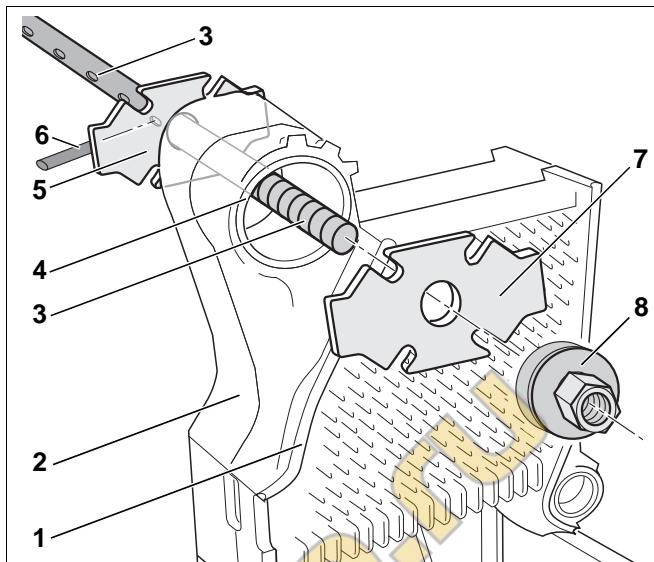
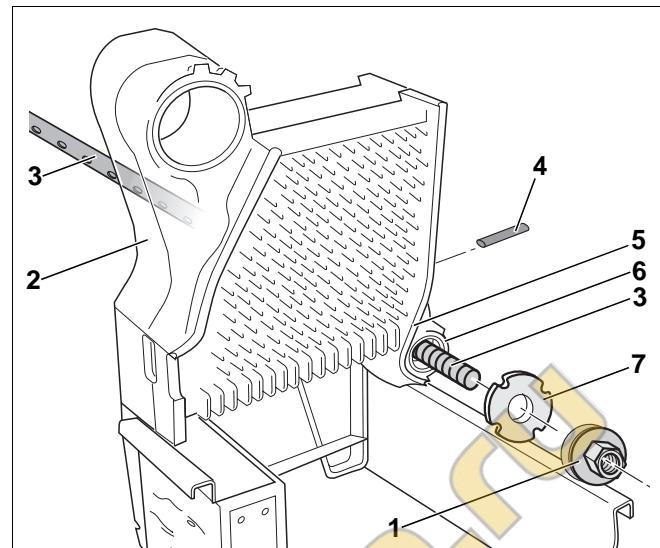
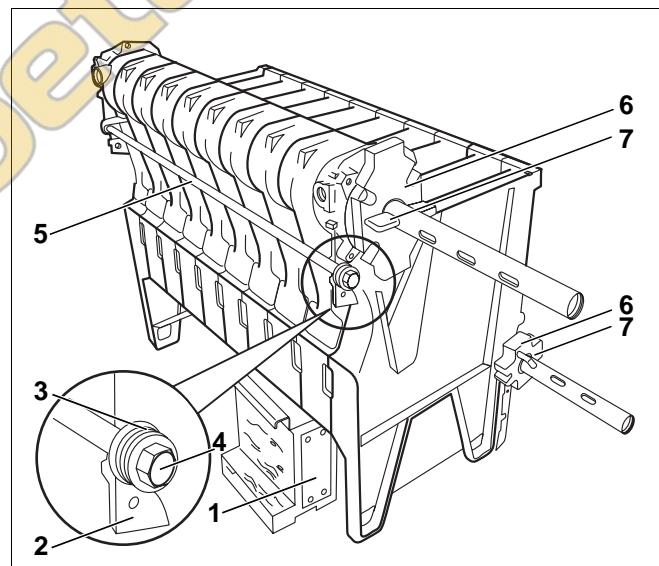

Рис. 16 Верхняя ступица котла
Рис. 17 Нижняя ступица котла
Рис. 19 Установка анкерных штанг – расположение тарельчатых пружин
- Продеть стягивающие штанги (рис. 16 и рис. 17, **поз. 3**) через верхнюю и нижнюю ступицы (рис. 16, **поз. 4** и рис. 17, **поз. 6**) котлового блока.
Попадание дополнительного фланца (рис. 16, **поз. 7**) во время стягивания на паз для уплотнения средней секции (рис. 16, **поз. 1**) может привести к образованию неплотностей в соединении.
- Следите за тем, чтобы дополнительный фланец (рис. 16, **поз. 7**) ровно прилегал к ступице котла.
- Надеть дополнительный фланец (рис. 16, **поз. 7**) на штангу (рис. 16, **поз. 3**) верхней ступицы котла (рис. 16, **поз. 4**).
- Надеть контрафланец (рис. 16, **поз. 5**) на штангу (рис. 16, **поз. 3**) верхней ступицы (рис. 16, **поз. 4**) и застопорить прилагающимся клином (рис. 16, **поз. 6**) (см. рис. 19, стр. 21).
- Накрутить стяжную гайку (рис. 16, **поз. 8**) на резьбу штанги (рис. 16, **поз. 3**).
- Надеть дополнительный фланец (рис. 17, поз. 7) на штангу (рис. 17, поз. 3) нижней ступицы котла (рис. 17, поз. 6).
- Надеть контрафланец на нижнюю ступицу котла (рис. 17, поз. 6) и застопорить клином (рис. 17, поз. 4) (см. рис. 19, стр. 21).
- Накрутить стяжную гайку (рис. 17, поз. 1) на резьбу штанги (рис. 17, поз. 3).
- Равномерно распределить тарельчатые пружины (рис. 19, **поз. 3**).
- Вставить анкерную штангу (рис. 19, **поз. 5**) с тарельчатыми пружинами (рис. 19, **поз. 3**) в литые выступы (рис. 19, **поз. 2**).
- Закрутить от руки гайку (рис. 19, **поз. 4**) на резьбу анкерной штанги (рис. 19, **поз. 5**) так, чтобы поверхности тарельчатых пружин прилегали к литым выступам.
- Затем затянуть гайки (рис. 19, **поз. 4**) справа и слева на анкерной штанге (рис. 19, **поз. 5**) на 1 - 1 1/2 оборота (M10: 15 Нм; M16: 25 Нм).
- Убрать монтажное приспособление (рис. 19, **поз. 1**, стр. 21).